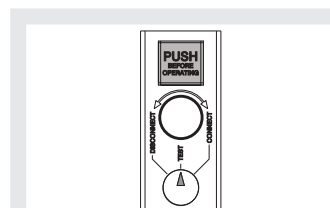

Figura 41
- interruttore in posizione di test (vedi Figura 41).